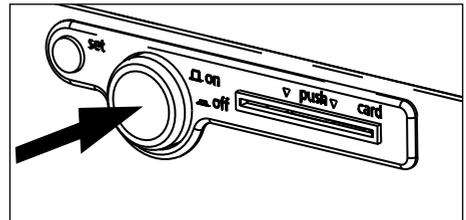

Abb. 13 Kühlbrutschrank ausschalten
- ▶ Ausschalten: Hauptschalter drücken, so dass er im Gerät versenkt wird (Abb. 13).